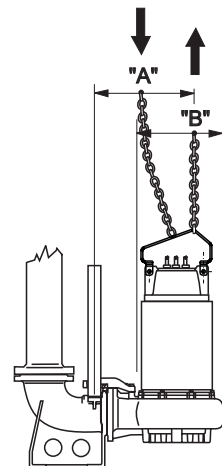

Abb. 2
1.5. - Wenn Sie die Elektropumpe aus ihrem Sitz entfernen möchten, trennen Sie zunächst die Stromkabel vom Bedienfeld und heben Sie sie an, wie auf Seite 78 angegeben (Abb.2). Waschen Sie die Elektropumpe mit einem sauberen Wasserstrahl von innen und außen, um eventuelle Rückstände der gepumpten Flüssigkeit zu entfernen. Achten Sie darauf, eine Schutzbrille, Gummihandschuhe, einen Mundschutz und eine wasserdichte Schürze zu tragen.